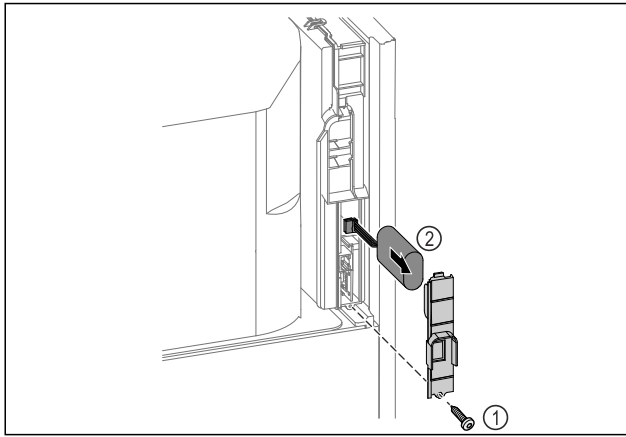

Fig. 219
- ▶ 旋出螺钉并移除冰箱背面的盖板 Fig. 219 (1)。
- ▶ 按下并取出电池 Fig. 219 (2)。